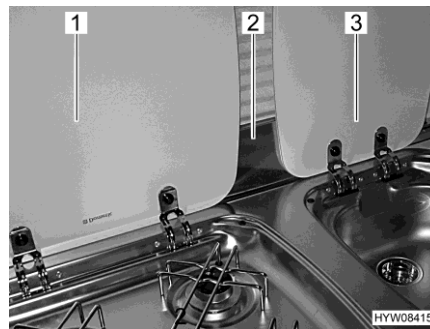

Fig. 11 Lastra proteggifiamma e coperture
- Rimuovere la lastra proteggifiamma (Fig. 11,2) e stivarla in modo sicuro.
- Chiudere le coperture del lavandino (Fig. 11,3) e del fornello a gas (Fig. 11,1).